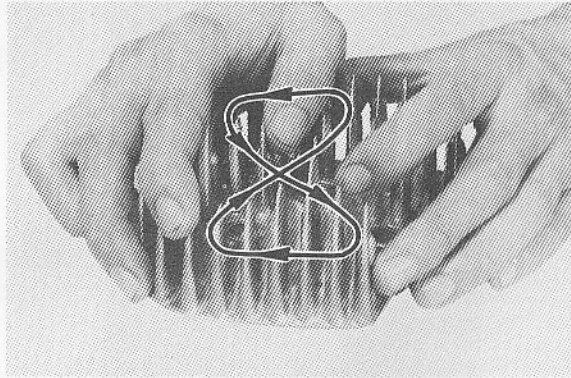

Fig. 3-3-2
Place 400 ~ 600 grit wet sandpaper on surface plate and re-surface head using a figure-eight sanding pattern. Rotate head several times to avoid removing too much material from one side. (Fig. 3-3-2)
3. Placer sur une surface plate. Il ne doit pas y avoir de gauchissement. Corriger en resurfaçant comme suit: Placer un papier de verre humide de grade 400 à 600 sur la surface plate et resurfer la culasse en utilisant des mouvements en huit. Faire tourner la culasse plusieurs fois pour éviter d'enlever trop de matière d'un seul côté. (Fig. 3-3-2)